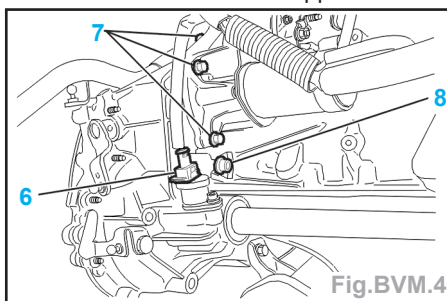

Fig.BVM.4
- Déposer (Fig.BVM.4) :
- le connecteur (6),
- les vis (7),
- la vis (8),